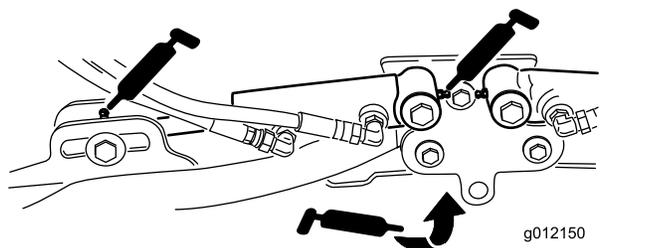

Figure 73
- Vérins des bras de levage des unités de coupe (x 2) (Figure 73)
- Pivots des bras de levage (x 1) (Figure 73)